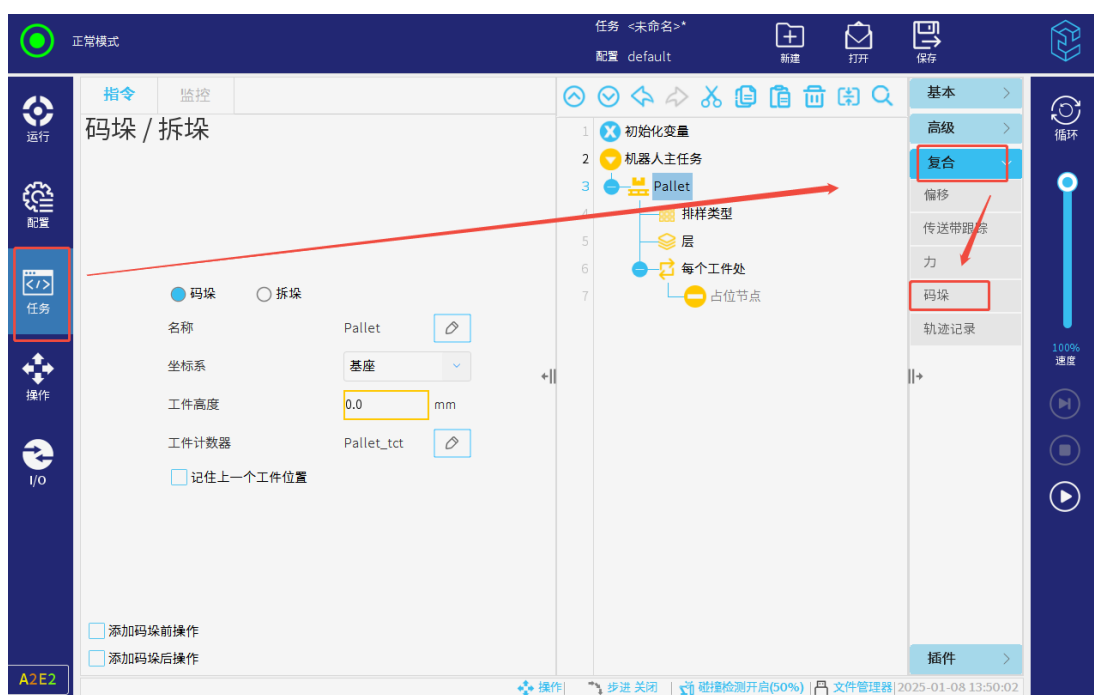

图 3-125: 设置码垛任务参数
2. 设置码垛任务的名称、坐标系以及工件高度等，如图 3-125所示。